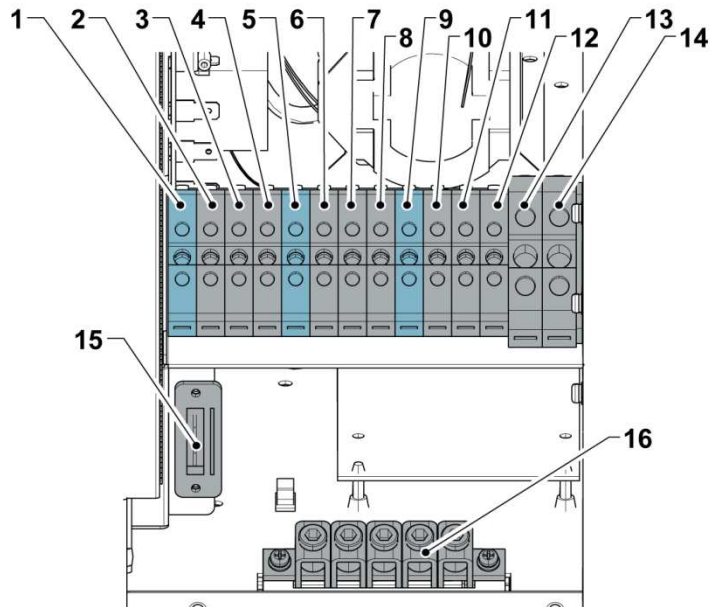
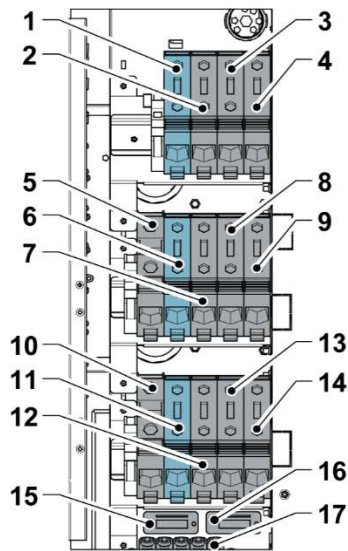

Рисунок 11. Клеммы силового кабеля ИБП 93PS 8-20 кВт
Рисунок 12. Клеммы силового кабеля ИБП 93PS 30-40 кВт
Клеммы силового кабеля показаны на Рисунок 11 и Рисунок 12.
При использовании дополнительного внешнего аккумулятора для обоих аккумуляторных блоков (шкафов) предусмотрены отдельные клеммы. Эти клеммы используются вместо клемм 5 и 10, показанных на Рисунок 12.
4. Присоедините кабели к соответствующим клеммным блокам, см. Рисунок 11 и Рисунок 12.